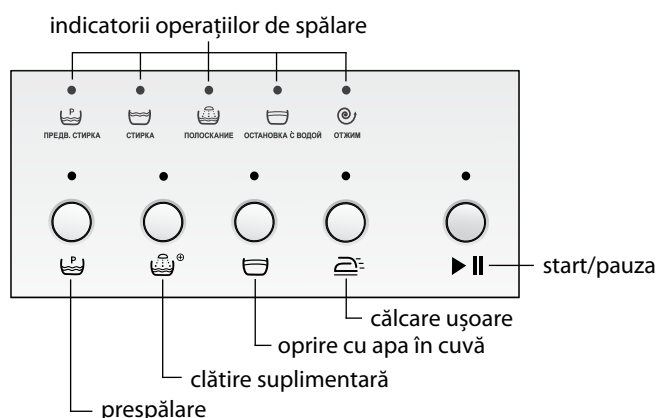

Figura 3 – Afişajul și butoanele de comandă
Fiecare buton are un indicator și este marcat cu simbol pe panoul de comandă, în conformitate cu Figura 3. Pentru a selecta funcția auxiliară dorită, apăsați butonul corespunzător.
1.4.1 Pentru a selecta funcția auxiliară, apăsați butonul corespunzător acestei funcții – se aprinde indicatorul în conformitate cu Figura 3. La apăsare repetată, indicatorul de lumină se stinge, funcția se anulează.